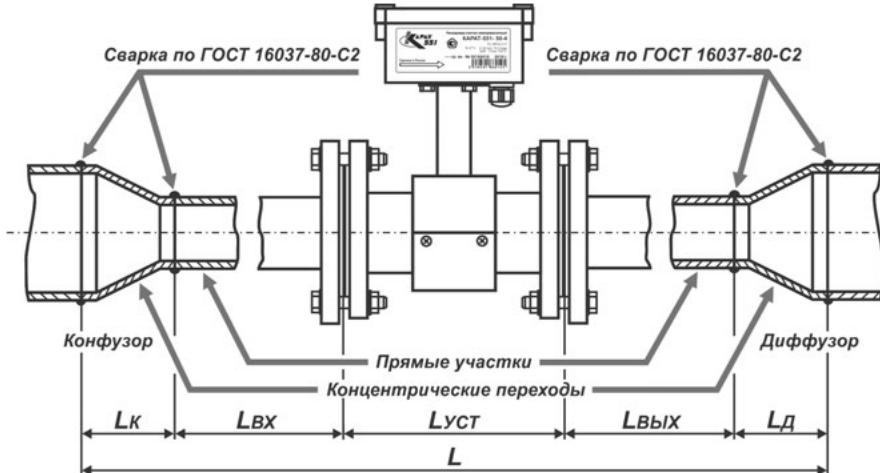

Рисунок 3.4 – Монтаж расходомера с врезкой прямых участков
Монтаж расходомера с врезкой в трубопровод прямых участков, рисунок 3.4, рекомендуется проводить в следующей последовательности:
- приварить концентрические переходы (конфузор и диффузор) к прямым участкам L_{bx} и L_{vbx} , смотрите рисунок 3.4;
- вставить полученную сборку в трубопровод и произвести ее сварку с трубопроводом, рисунок 3.4;